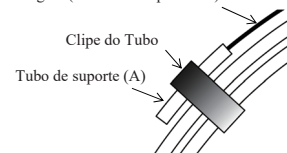

Figura 1
- Liberte o fio guia do clipe traseiro e faça-o deslizar lentamente, empurre a extremidade distal do fio guia através do tubo de suporte (B). (Figura 1)